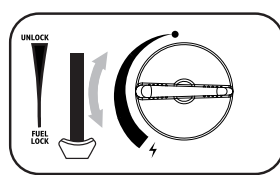

Fig. 5
6. Réglez le bouton de réglage sur la position souhaitée. (Fig. 5) Ne jamais mettre le levier de la cartouche (6) en position « DÉBLOQUER » pendant l'utilisation !